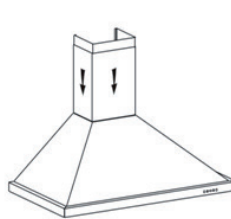

Bild 4
- 4 Setzen Sie Die Haube auf die Verankerung (siehe Bild 4).